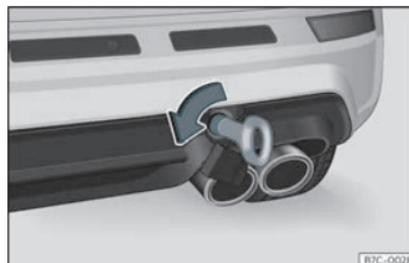

Fig. 44 Du côté droit du pare-chocs arrière : œillet de remorquage vissé
- Vissez l'œillet de remorquage dans le logement en le faisant tourner au maximum **dans le sens inverse des aiguilles d'une montre** »» fig. 44 »» ❶. Utilisez un objet approprié pour visser fermement et entièrement l'œillet de remorquage dans son logement.